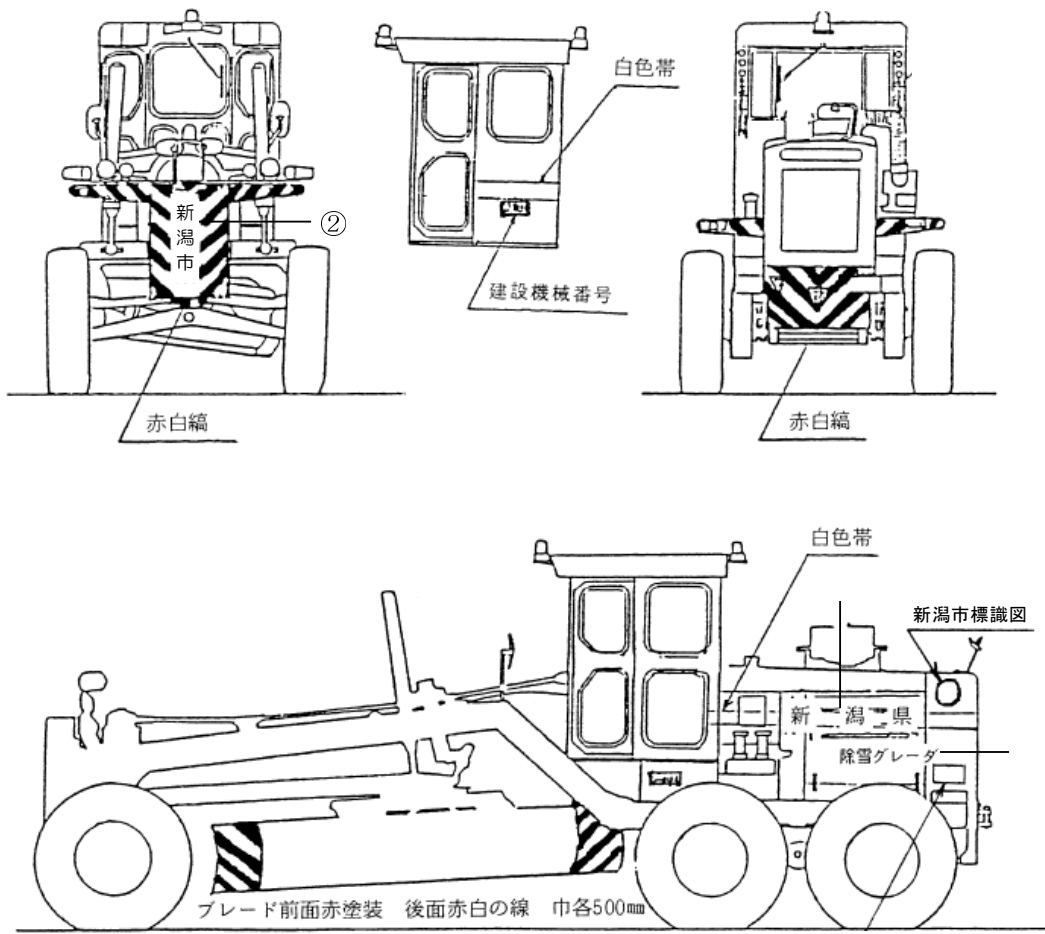
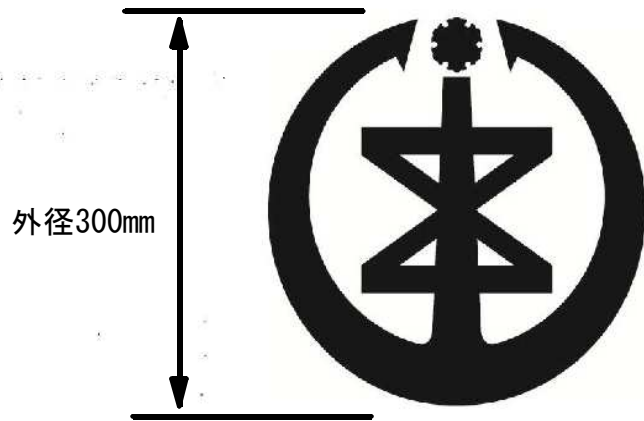
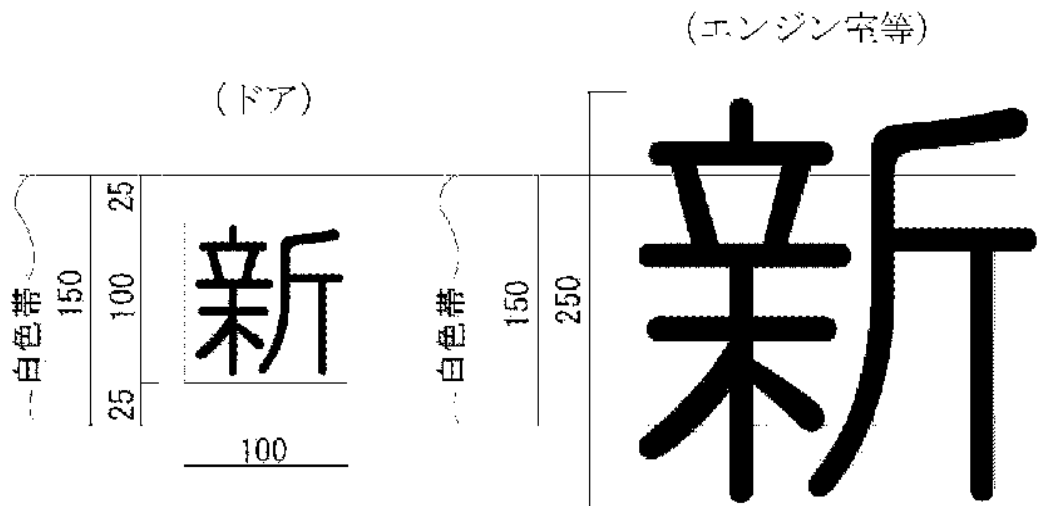

図 1 - 除雪機械表示箇所図
図2 - 新潟市標識寸法図
図3 - 白色帯と新潟市表示寸法図
- ③「図1-除雪機械表示箇所図」の位置に、「図2-新潟市標識寸法図」の標識を表示する。また、「図3-白色帯と新潟市表示寸法図」の様に、「新潟市」を丸ゴシック体で記入する。